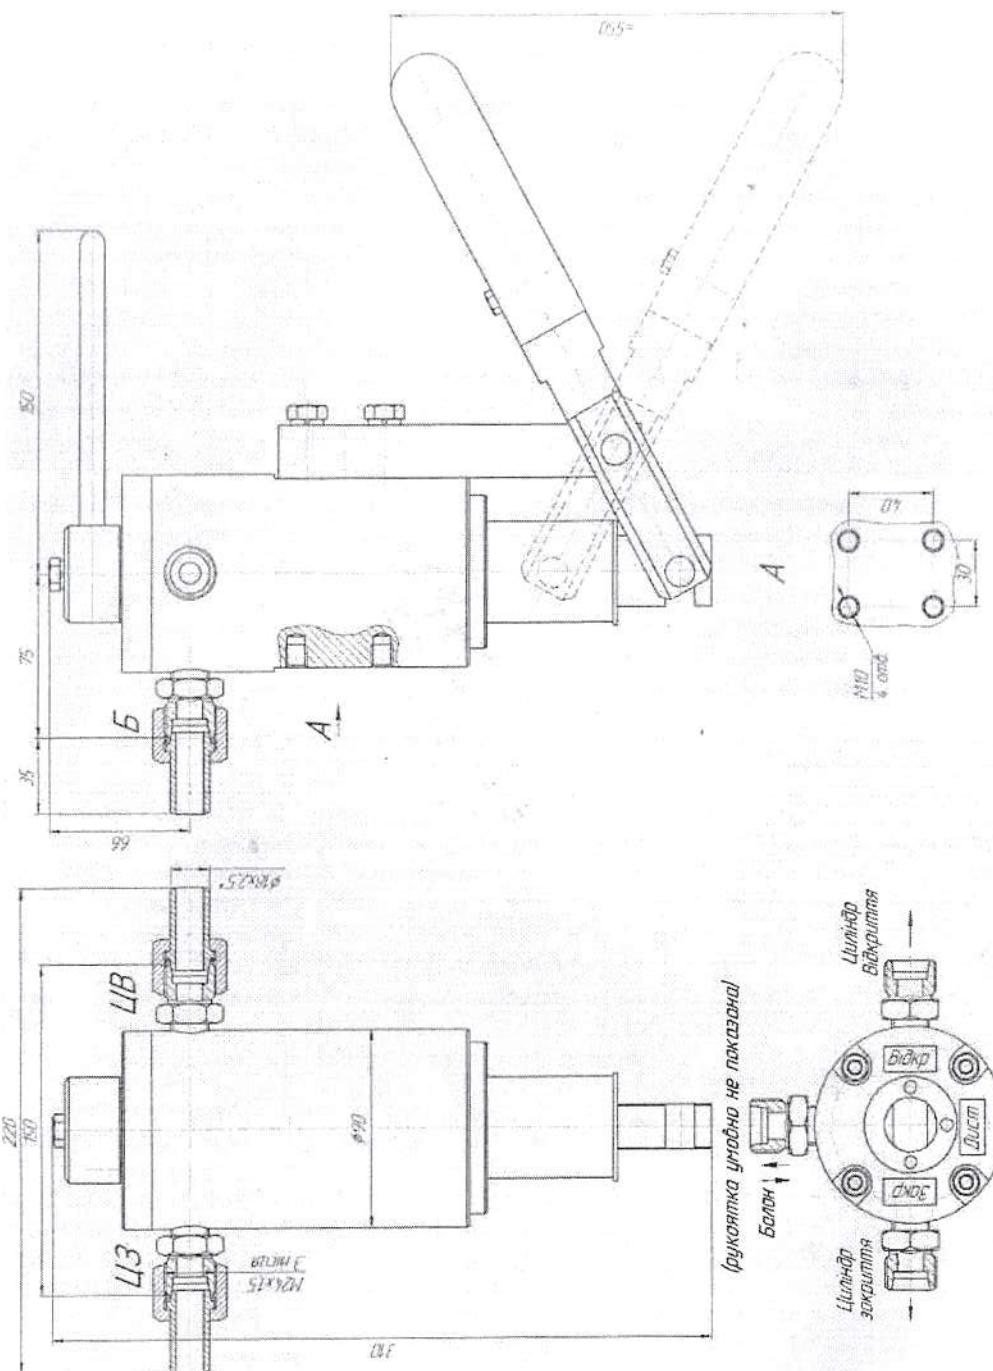

Рисунок 1. Блок ручного насоса БРН-100
- установить блок ручного насоса в гидравлическую систему ручкой вверх, место крепежных отверстий насоса (рис. 1).